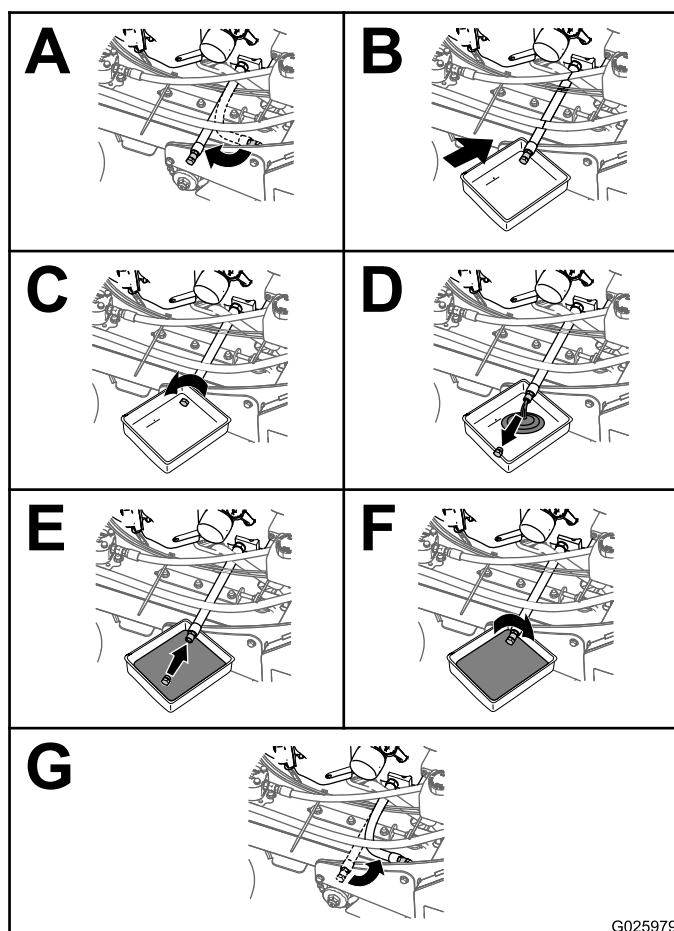

Figura 33
3. Cambie el aceite del motor, según se muestra en la Figura 33.